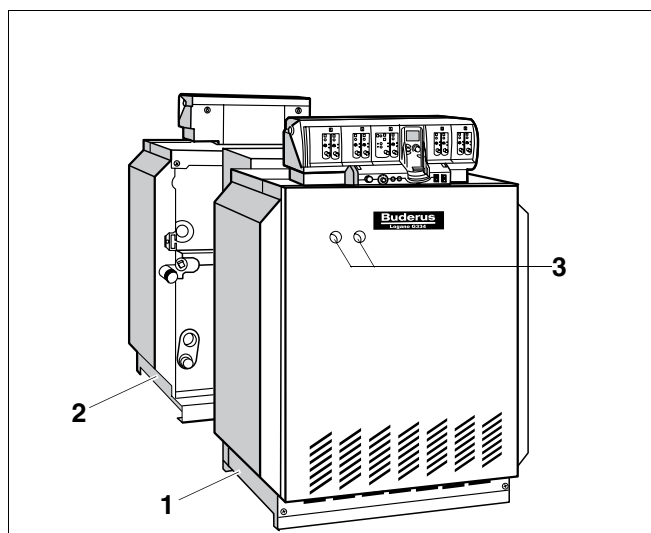

Fig. 6 Botão de rearme
- Se a lâmpada de aviso no botão de rearme estiver acesa (Fig. 6, **Item 3**), deverá premir o botão de rearme.